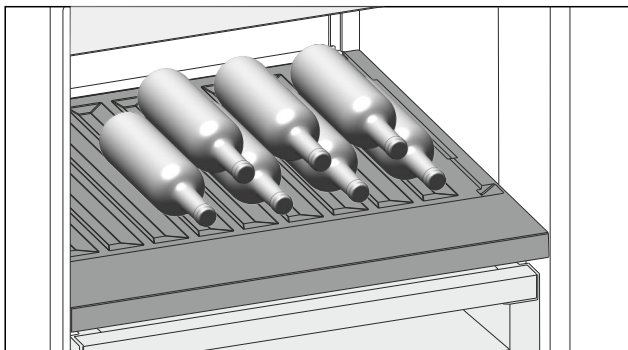

Fig. 114
- ▶ Stavite boce s dnom prema stražnjoj stijenci hladnjaka. (pogledajte Fig. 114)